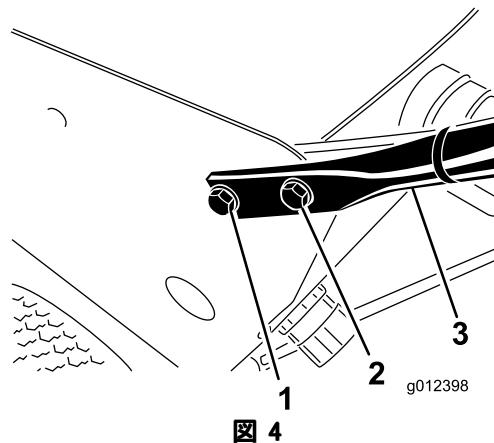

図4
3. ハンドルをタンク・サポートに固定しているボルト(2本)、スペーサとナットを取り外す(図4)。
4. 上の取り付け穴のうち適当な穴を選び、ハンドルの位置を決め、ボルト(2本)とナットでタンク・サポートに固定する(図4)。